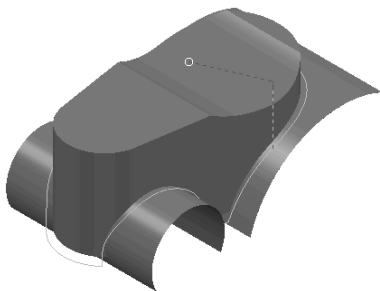

图 2-214 跟踪
(3) 避免过切 用于检查所生成的轮廓刀具路径是否与模型发生过切现象, 包括以下选项:
**【策略】**: 用于定义刀具路径避免过切的方法。其中“跟踪”是指在刀具轴线方向上, 系统在所选择曲面的最低位置尝试刀具路径, 如果不能生成, 系统将刀具提起到一个最低不过切位置生成刀具路径, 如图 2-214 所示。“提起”指在刀具